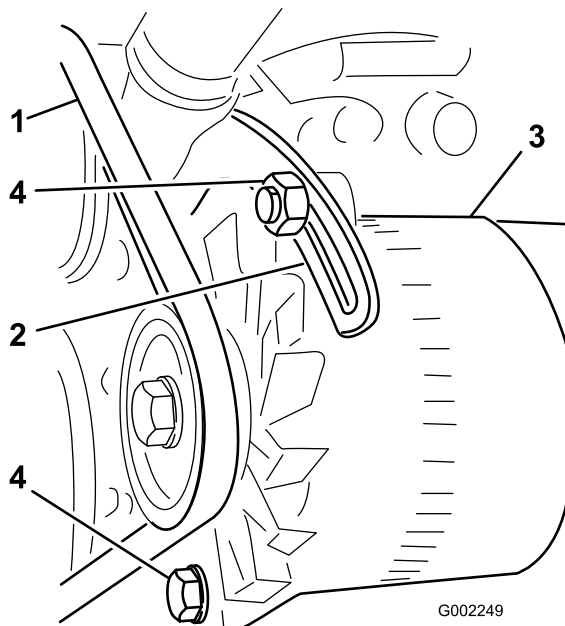

Figure 106
3. Desserrez le boulon au point de pivot de l'alternateur; desserrez le boulon qui fixe l'alternateur au renfort fendu (Figure 106).